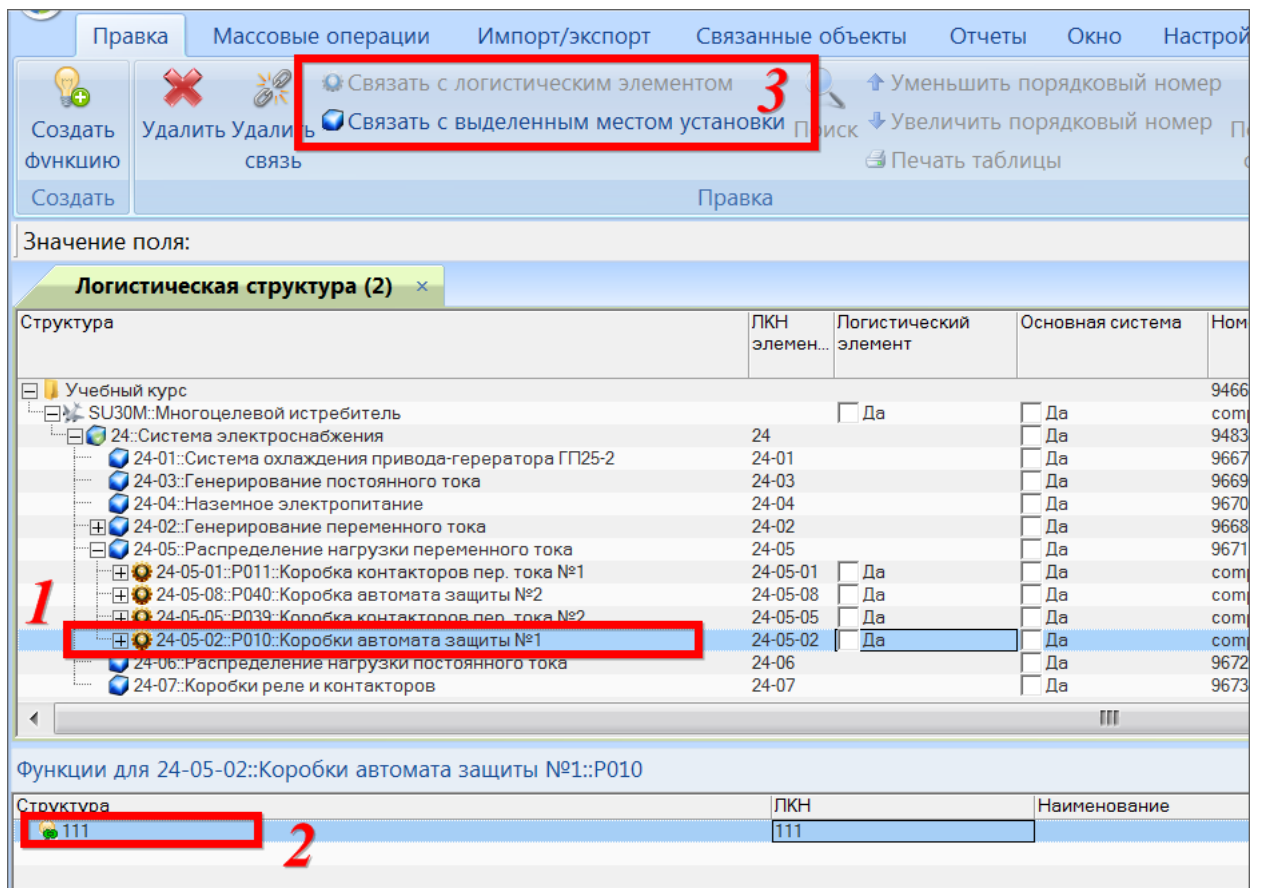

Рис. 10-297 – Установление связи функции с определенным местом установки компонента в ЛСИ
6) В окне связанных объектов «Функции» для выделенного элемента ЛСИ отображаются функции, связанные с ним (рис. 10-297).